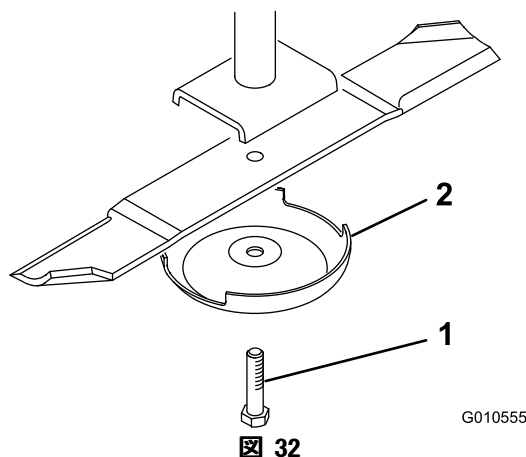

図 32
2. ぼろきれや厚いパッドの入った手袋を使ってブレードの端部をしっかりと握る。スピンドルのシャフトからブレード・ボルト、芝削り防止カップ、ブレードを取り外す(図 32)。